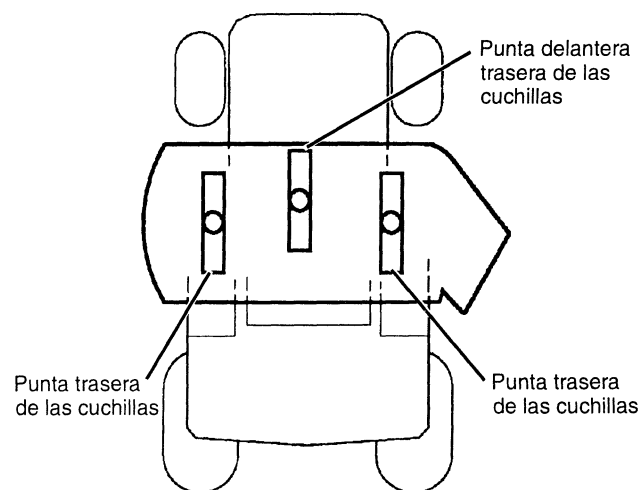

FIGURA 45
- Gire las cuchillas para que apunten de adelante hacia atrás. (vea la Figura 45)